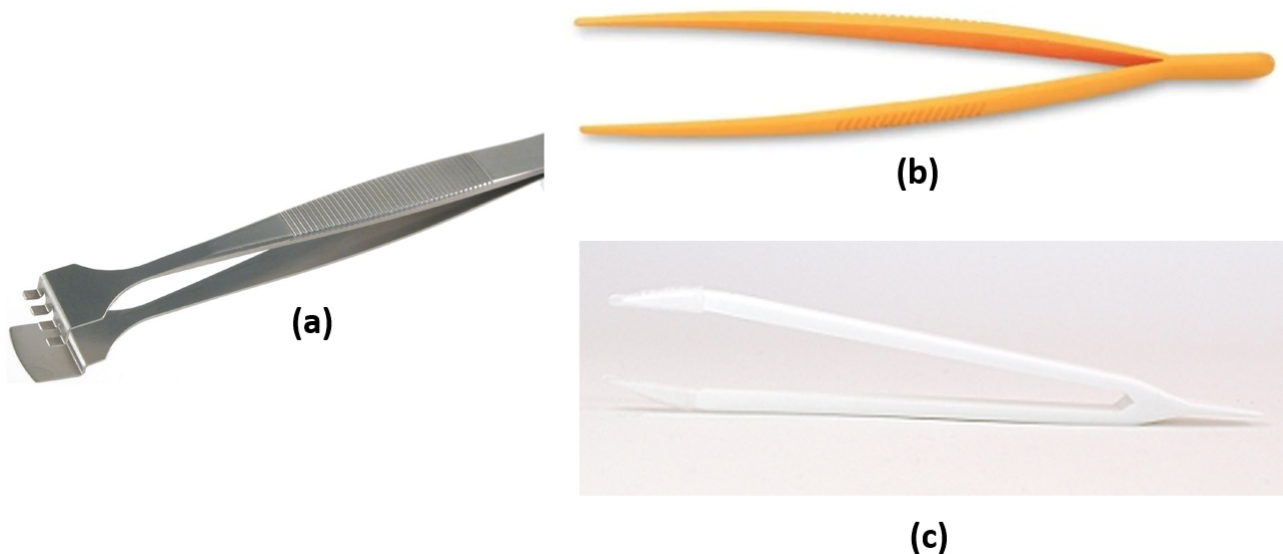

Abbildung 2.1: Pinzetten im Litho-raum. (a) Wafer-Pinzette für Si-Wafer. (b) und (c) Pinzetten für 1 cm x 1 cm große Proben [1, 2].
- **Pinzette** (Siehe Abb.2.1 welche) zuerst mit Aceton und dann mit Iso-Propanol mit einem Reinraumentuch säubern und auf Reinraumentücher ablegen.